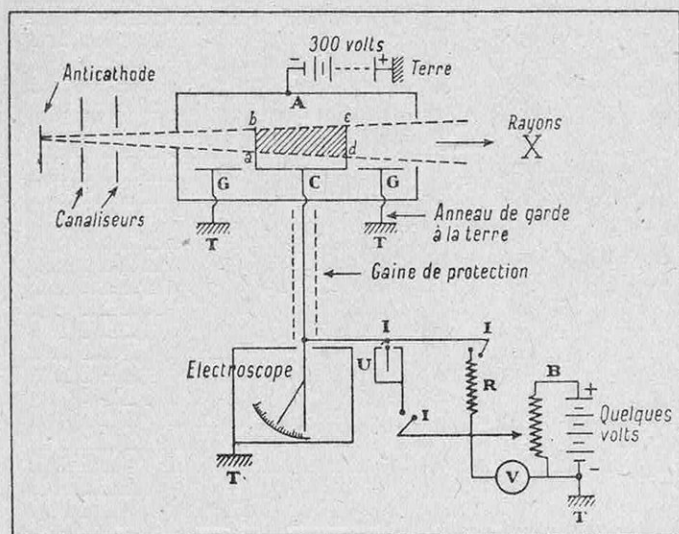

FIG. 11. — LA MESURE DE L'ÉNERGIE D'UN FAISCEAU DE RAYONS X
La figure 11 représente un tel dispositif. La chambre d'ionisation est portée à un potentiel négatif de quelques centaines de volts. Ceci a pour
Cette énergie est rapportée à une unité universellement adoptée, le Roentgen (1) ou r international. Pour contrôler les mesures, il est bon d'avoir à sa disposition dans le système compensateur B (figure 11) une source constante de rayons ionisants constituée par un tube scellé d'uranium. Cette source, étalonnée par ailleurs, servira de